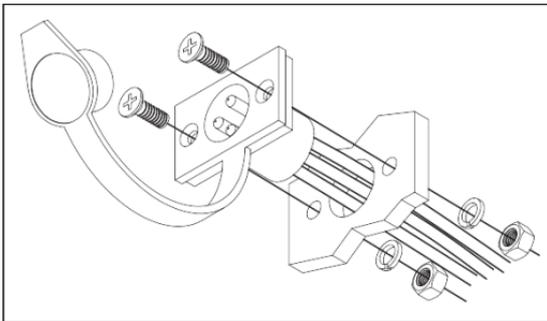

Abb. 9. Ferninstallation der Stecker
- Nachdem Sie die Einbauposition des distalen Steckers bestimmt haben, bohren Sie drei Löcher, um sie zu montieren. (siehe Abbildung 9)